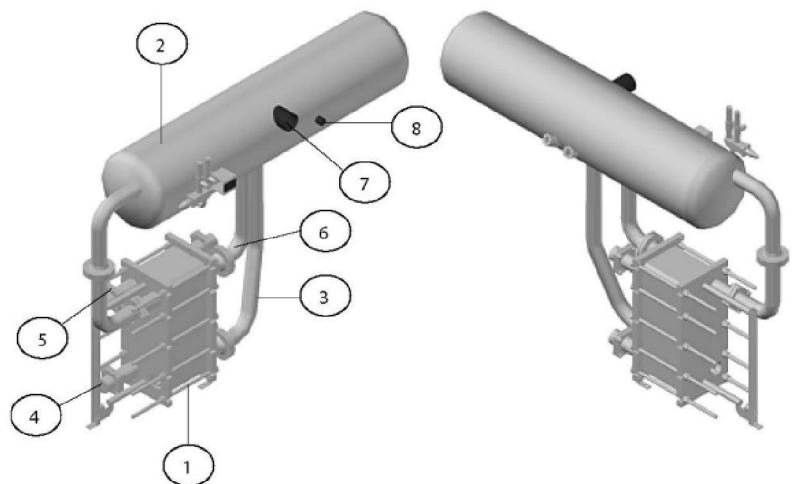

Fig. 4
L'évaporateur pos. 1 à la Fig. 4 est du type noyé, ce qui signifie qu'il est rempli de R717 en ébullition. Ce liquide quitte le séparateur de liquide, pos. 2, et est conduit à l'évaporateur à travers le tuyau, pos. 3. Lorsque le glycol est refroidi dans l'évaporateur à travers les branches de connexion 4 et 5, l'ammoniaque bout et un mélange de liquide et de vapeur s'écoule à travers le tuyau, pos. 6 dans le séparateur de liquide.